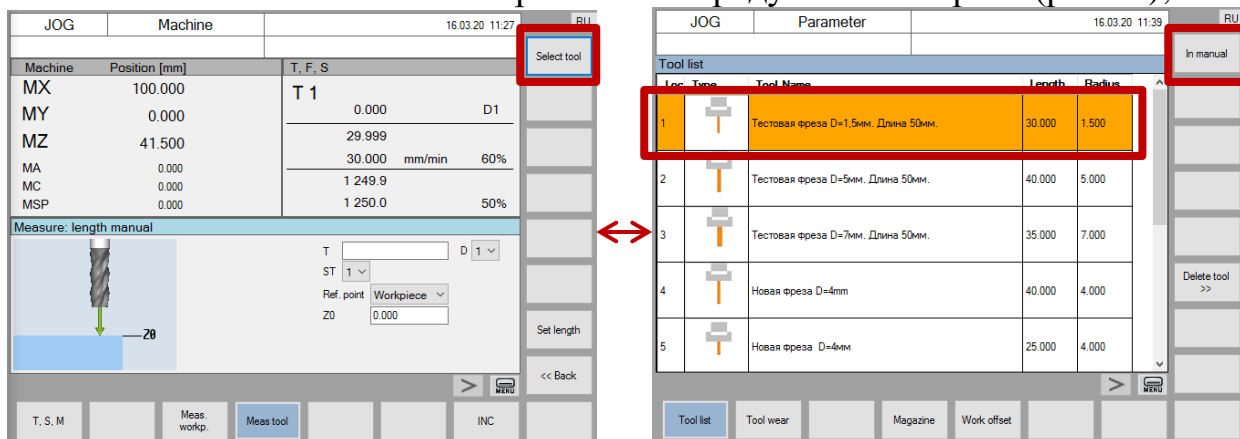

Рис.67. Выбор инструмента
- б. Нажать «Select tool» в вертикальном ряду кнопок экрана, стрелками клавиатуры пульта выбрать строку с необходимым инструментом и нажать «In manual» в вертикальном ряду кнопок экрана (рис.67);